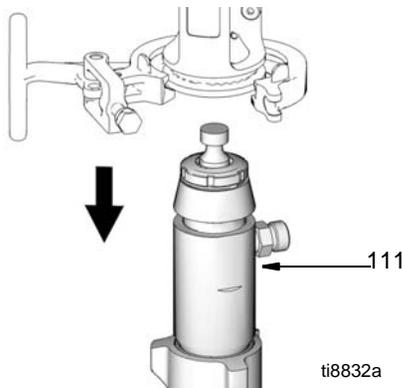

FIG. 19
9. (Fig. 19) Enlever la pompe (111) de l'unité.